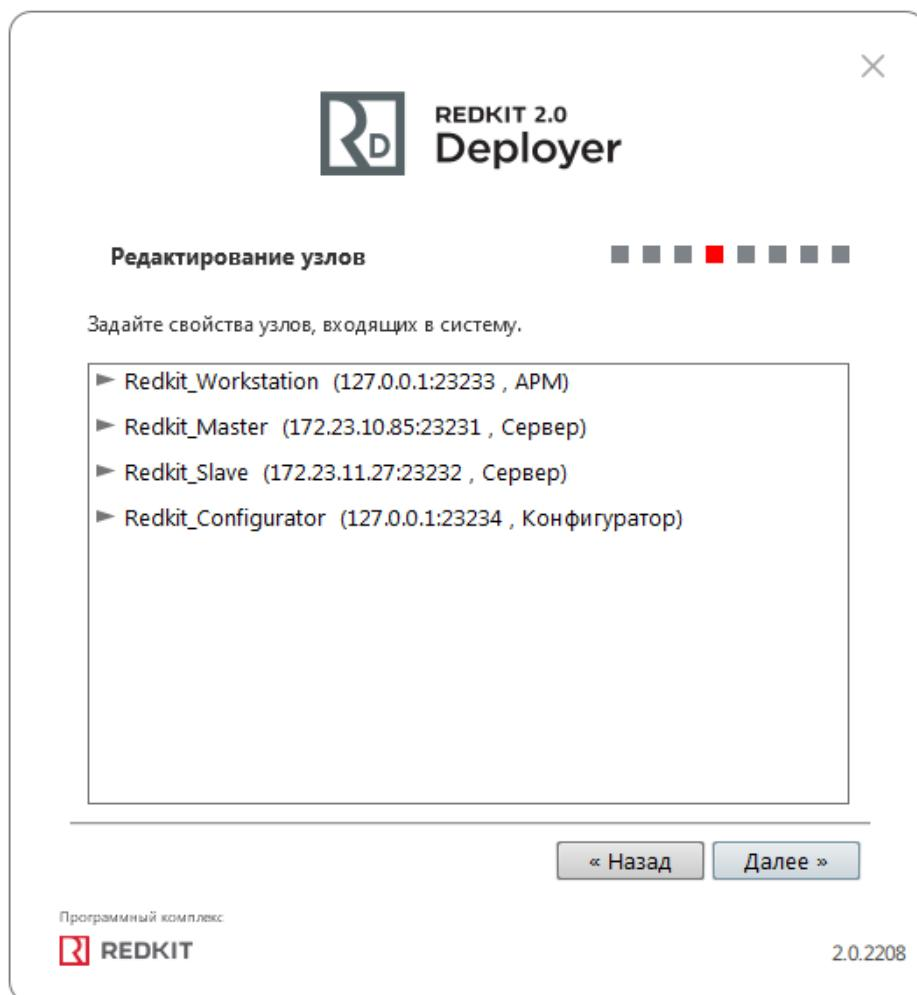

Рисунок 42 - Редактирование узлов
**10.** Убедитесь, что сетевые параметры узлов корректно указаны (Рисунок 42, Таблица 7), т.е.: